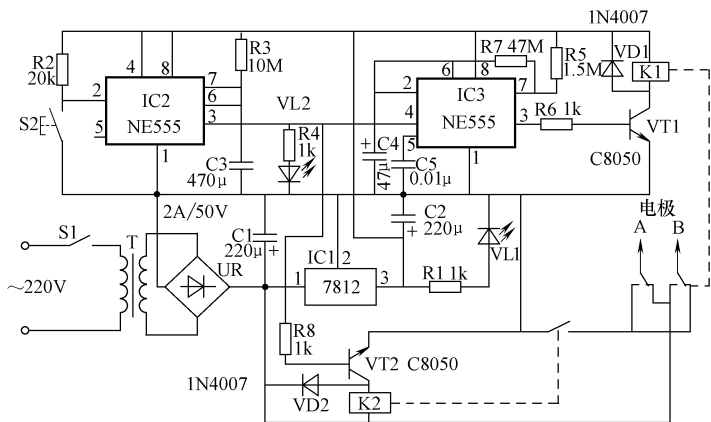

图 7-14 水壶水垢清除电路
水垢清除器工作 90min 后, 定时器停止工作, IC2 的③脚变为低电平, 使 VL2 熄灭, VT2 截止, K2 释放(多谐振荡器也停振), 切断两电极的电源, 除垢结束。水壶水垢清除电路如图 7-14 所示。